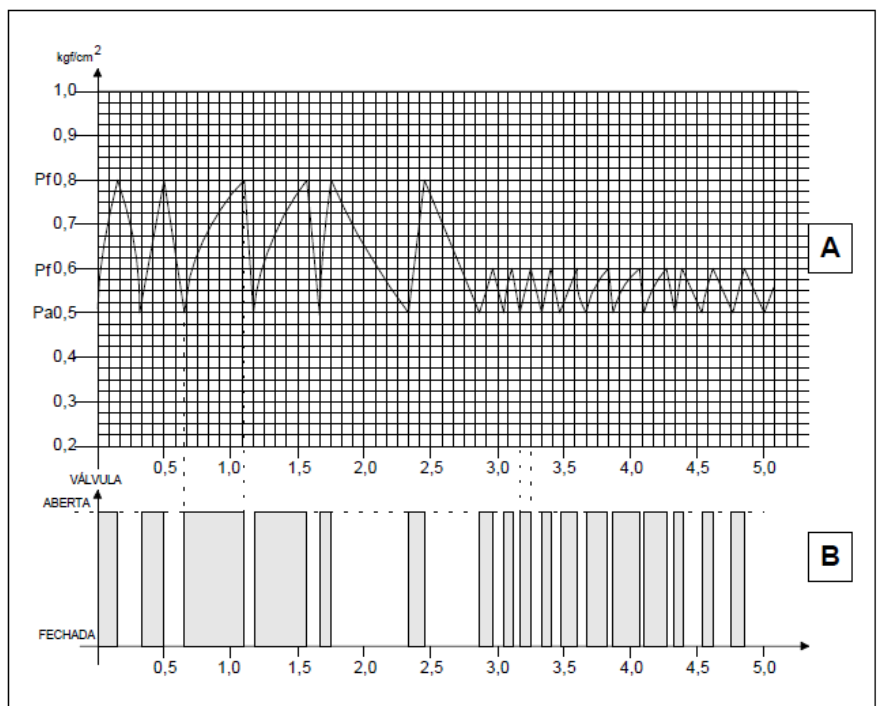

Figura 4
O gráfico da figura 4 página mostra as variações de pressão ao longo do tempo (A) e o acionamento da válvula na mesma base de tempo (B).